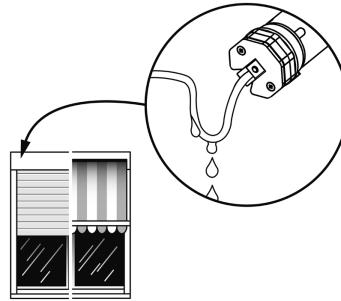

Abb. 1
1. Montage der Anschlussleitung in einem Leerrohr bis zur Abzweigdose unter Beachtung der örtlichen Bau- und Elektrovorschriften. Die Anschlussleitung darf nicht in den Wickelraum hineinragen. Verlegen und fixieren Sie die Anschlussleitung wie in Abb. 1.